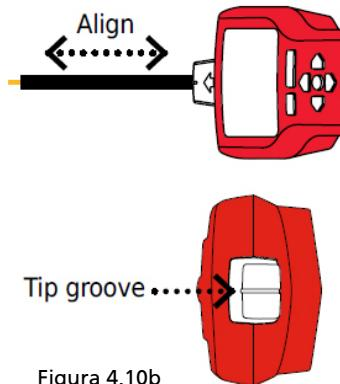

Figura 4.10b
5. Posicionamento do recetor: Para obter melhores resultados, alinhe a ranhura na sensor de ponta com a direção do cabo tal como ilustrado. O sinal poderá ser perdido se o alinhamento não for correto. (ver Figura 4.10b)